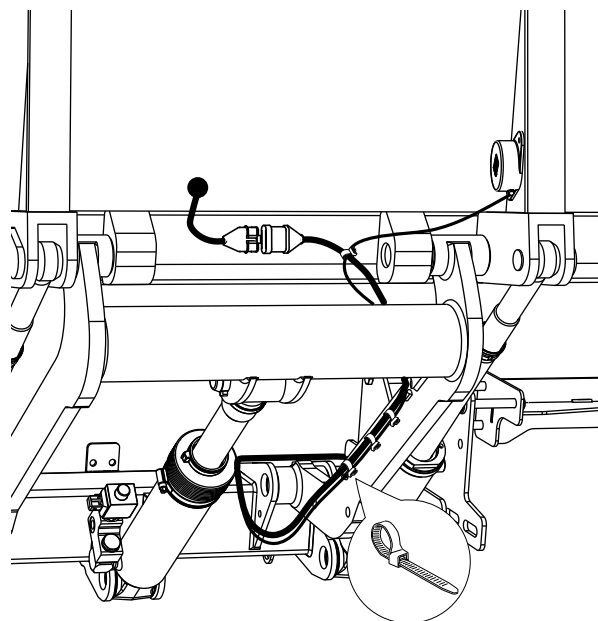

Figura 71. Montaje del cableado
1. Conecte el cable suministrado al conector en el cable del dispositivo de mando de pie y de las luces de aviso. A continuación, tienda los cables y móntelos con las bridas para cables según Figura 71.